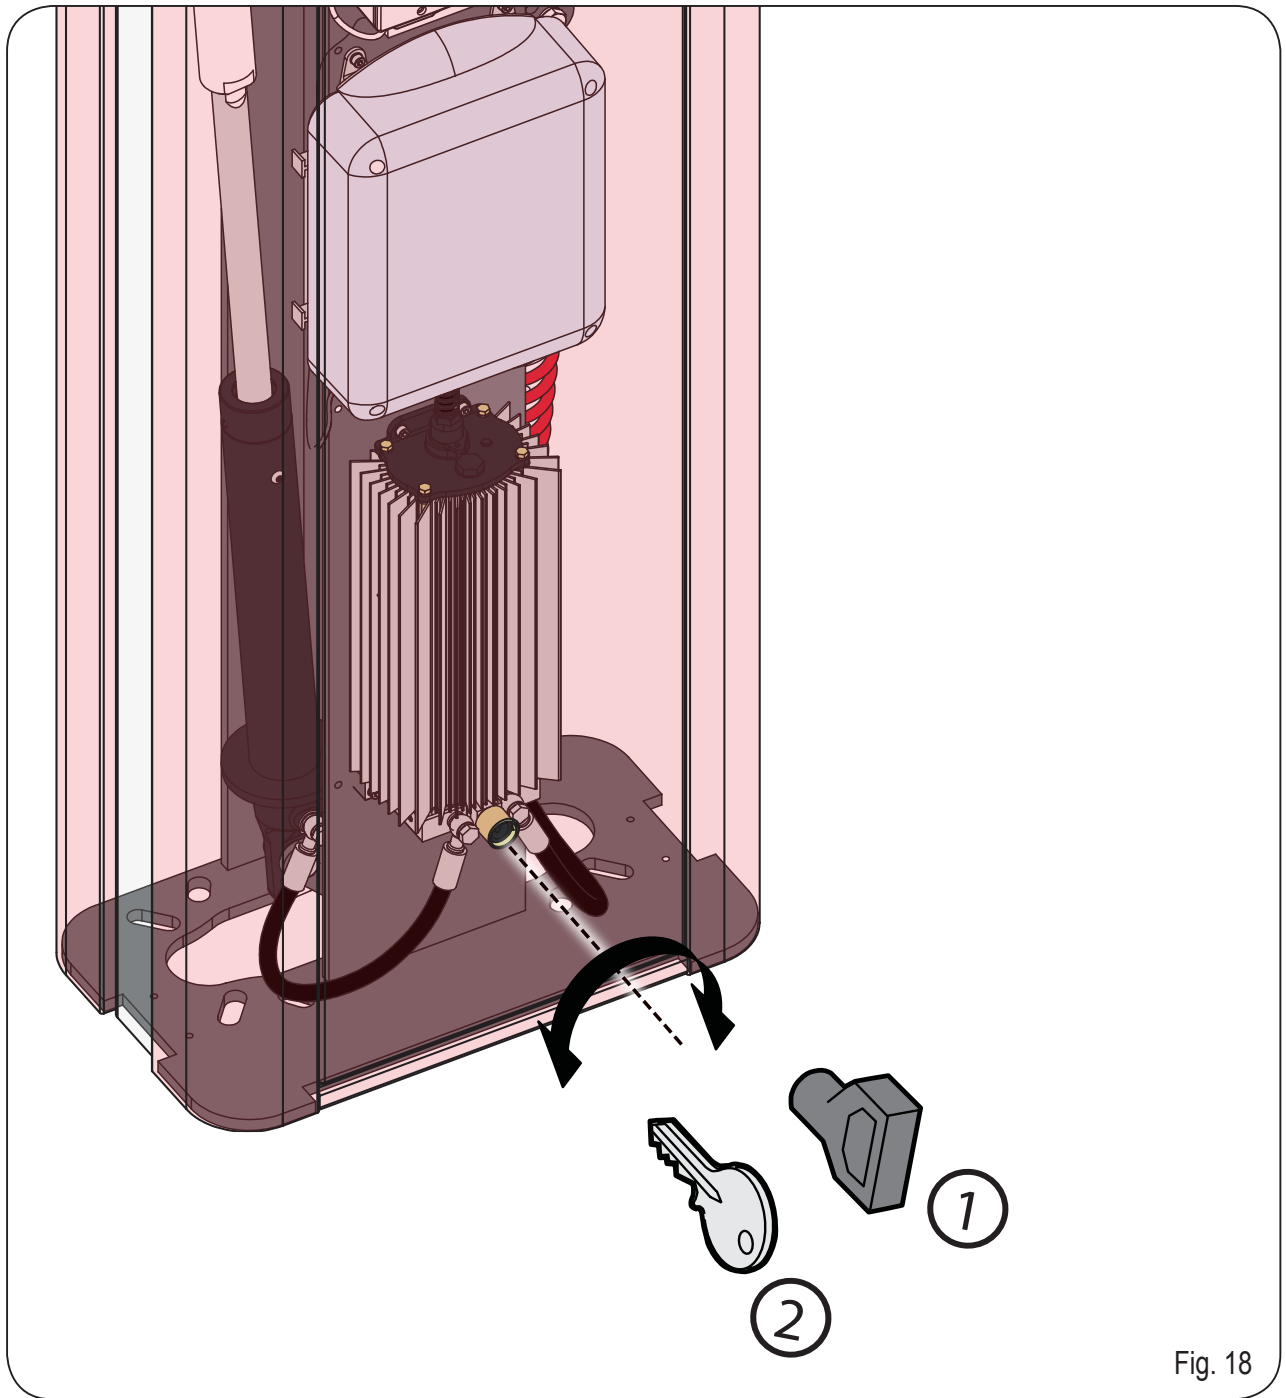

Fig. 18
La llave de desbloqueo entregada en dotación puede ser triangular (Fig. 18, ref. ①) o personalizada (Fig. 18 ref. ② opcional).
- Inserte la llave de desbloqueo en la cerradura y gire la llave en sentido antihorario hasta el tope, como en la Fig. 18
- gire la llave en sentido horario hasta el tope y extráigala (fig. 18 ref. ①).
- gire la llave en sentido horario hasta el punto en el que se pueda extraerla. (Fig. 18, ref. ②).
Als de slagboom met de hand moet worden bediend omdat de stroom is uitgevallen of het automatisch systeem niet goed werkt, moet met behulp van de bijgeleverde sleutel de ontgrendeling worden gebruikt. De bijgeleverde ontgrendelingsleutel kan driehoekig (Fig.18 ref. ①) of gepersonaliseerd zijn (Fig.18 ref. ②, optioneel).
- Steek de ontgrendelingsleutel in het slot en draai hem tegen de wijzers **van de klok** in tot hij niet verder kan, zoals in Fig. 18
- draai de sleutel **met de wijzers van de klok mee** tot hij niet verder kan, en trek hem eruit (Fig. 18 ref. ①).
- draai de sleutel **met de wijzers van de klok mee** tot hij niet verder kan, en trek hem eruit (Fig. 18 ref. ②).